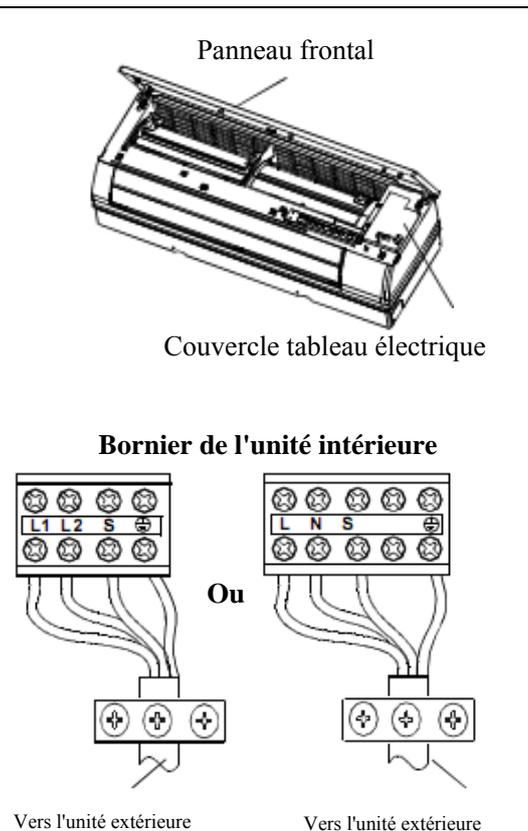

Fig.22
3. Soulevez le panneau de l'unité interne, enlevez le tableau électrique en desserrant la vis comme indiqué dans la Fig.22.